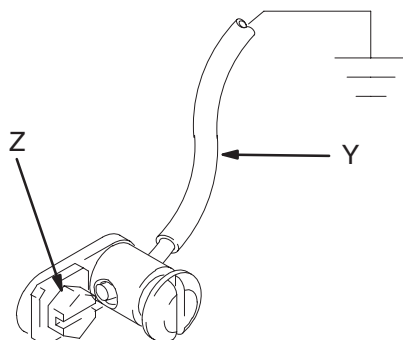

Abb. 1 T11052
1. *An King-Pumpen:* Erdungsleiter und Klammer verwenden. Siehe Abb. 1. Die Erdungsschraube (Z) entfernen und durch die Öse des geschlossenen Kabelschuhs am Ende des Erdungsleiters (Y) stecken. Die Erdungsschraube wieder fest an der Pumpe anziehen. Das andere Ende des Erdungsleiters an Erde legen. Artikel-Nr. 222011, Erdungsleiter und Klammer, bestellen.